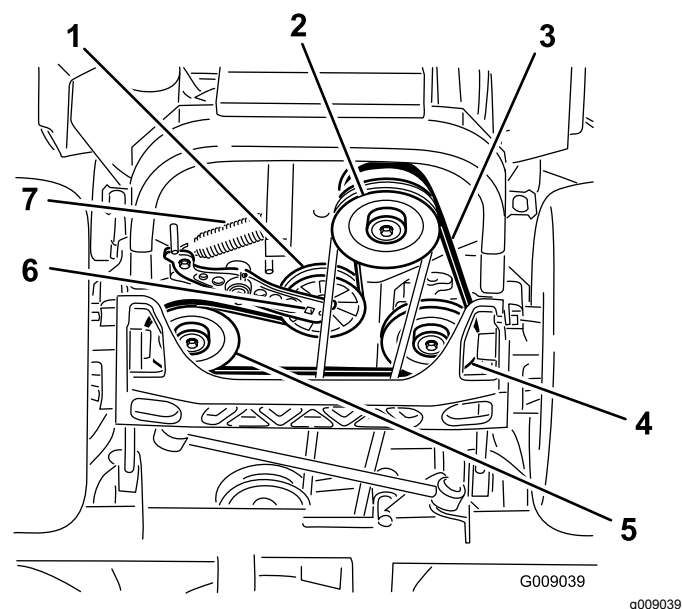

Figure 95
4. Soulevez la machine sur des chandelles (Figure 95).
5. Insérez un rochet dans le trou carré du bras de la poulie de tension pour déposer le ressort de la poulie de tension (Figure 95).
6. Décrochez le ressort de tension sur le cadre (Figure 95).
9. Insérez un rochet dans le trou carré du bras de tension pour installer le ressort de la poulie de tension sur le cadre (Figure 95).